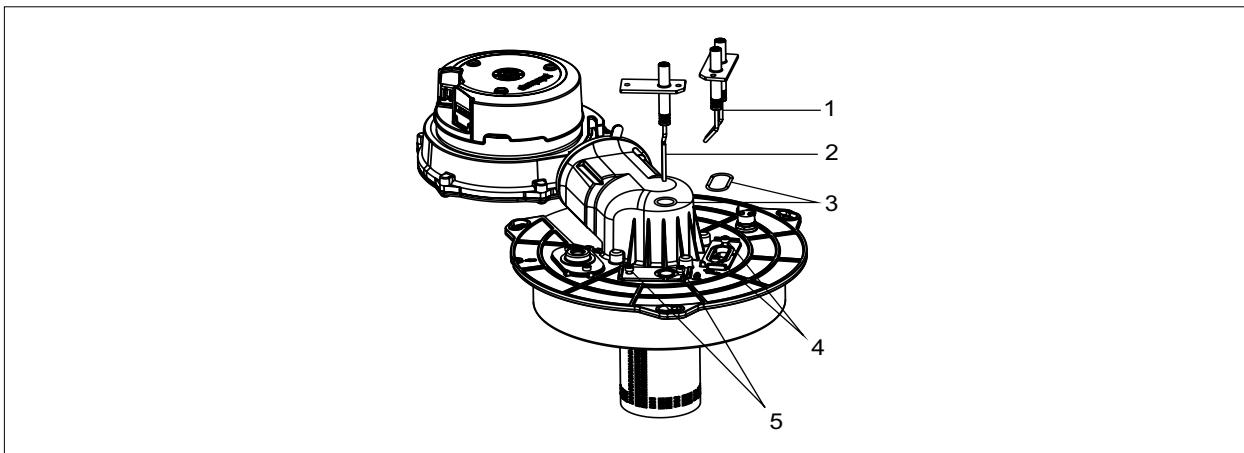

Рис. 6.3 Замена электродов
- Демонтировать электроды (см. Рис. 6.3 Замена электродов)
- Открутить винты с крепёжными зажимами (4).
- Снять изоляционный кирпич (3) вниз.
- Открутить винты (1) на фланце горелки.
- Заменить уплотнение горелки (2).
- После замены горелки затянуть винты (1) и (4) с крутящим моментом 5 Нм.
- Затянуть крепёжные винты (5) Рис. 6.3 с крутящим моментом 3 Нм.
- ▶ Затянуть крепёжные винты (4) Рис. 6.3 с крутящим моментом 3 Нм.